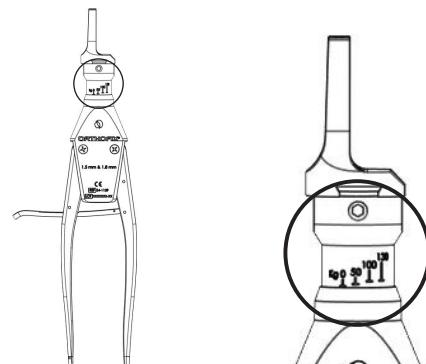

Abbildung 1
- Der Drahtspanner (54-1139) ermöglicht das Spannen von Drähten mit bis zu 130kg. Die Zugkraft kann auf einer Skala abgelesen werden (Abb. 1).